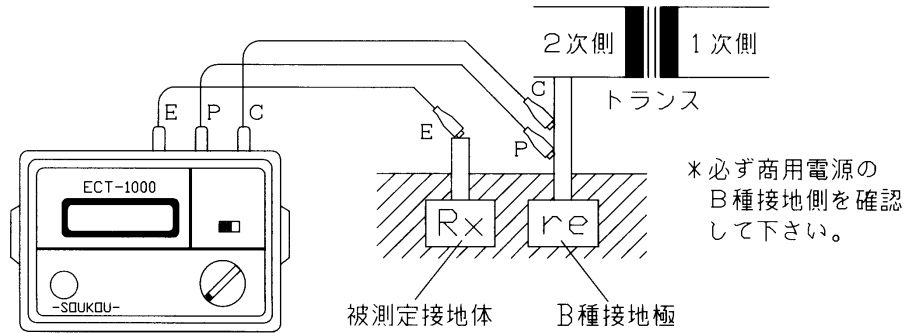

図5：接続方法（B種接地極使用の場合）
1. 本装置のE、P、C端子から測定コードを被測定接地体(E)、補助接地極(P)、(C)に接続します。(図5参照)